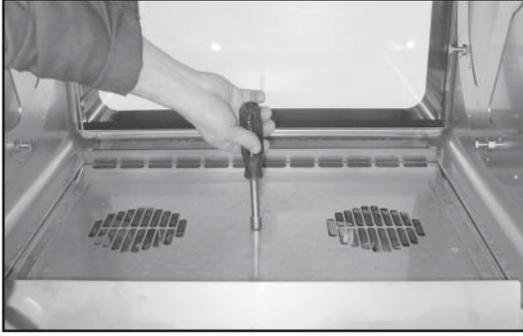

Figure 35
3. Dévissez l'écrou borgne au centre du couvercle supérieur, à l'intérieur de la chambre du four (figure 35). Utilisez une clé de 7/16 po ou un tourne-écrou.